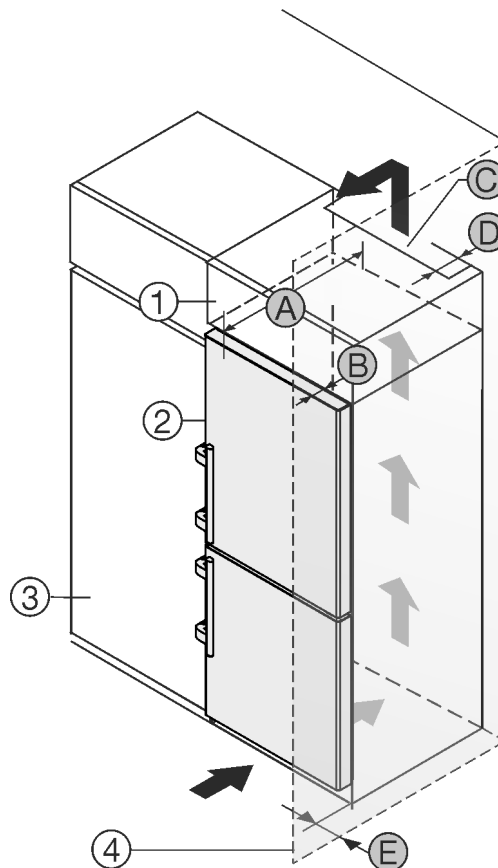

Fig. 2
- (1) Opbouwkast *
- (2) Apparaat *
- (3) Keukenkast *
- (4) Wand *
- (A) Diepte apparaat *
- (B) Diepte deur *
- (C) Ventilatiedoorsnede *
- (D) Afstand achterzijde apparaat *
- (E) Afstand tot apparaatzijde *
U kunt het apparaat direct naast de keukenkast *Fig. 2 (3)* opstellen.*
Aan de achterzijde van de opzetkast moet een luchtafvoerkanaal met de diepte *Fig. 2 (D)* over de volledige breedte van de opzetkast aanwezig zijn.*
Onder het plafond moet de ventilatiedoorsnede *Fig. 2 (C)* worden aangehouden.*
Als u het apparaat met de scharnieren naast een wand *Fig. 2 (4)* plaatst, moet de afstand tussen het apparaat en de wand minimaal 57 mm bedragen. Dit komt overeen met de uitsteekmaat van de handgreep bij geopende deur.*
Om de deuren volledig te kunnen openen, moet het apparaat overeenkomstig de deurdiepte *Fig. 2 (B)* ten opzichte van het keukenkastfront uitsteken. Afhankelijk van de diepte van de keukenkasten *Fig. 2 (3)* en het gebruik van de wandafstandshouders kan het apparaat verder uitsteken.*